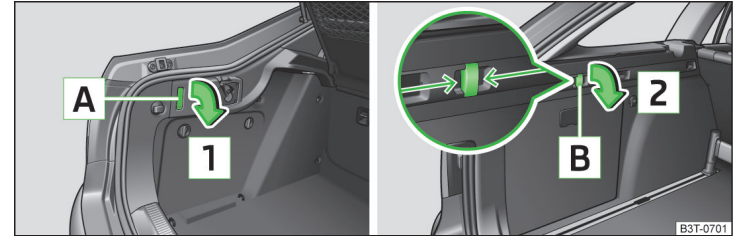

Abb. 100 Klappbarer Haken: Superb / Superb Combi
- Superb: Auf den unteren Teil des Hakens **A** drücken und diesen in Pfeilrichtung **1** nach unten klappen » Abb. 100.
- Superb Combi: Den Haken **B** in Pfeilrichtung fassen und diesen in Pfeilrichtung **2** nach unten klappen » Abb. 100.